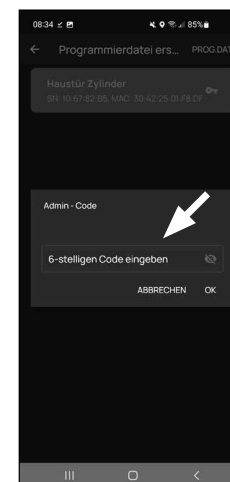

Fig. 3
- ④ Vous êtes prié de vous authentifier avec votre code administrateur. Entrez-le et confirmez par « OK » (Fig. 3).